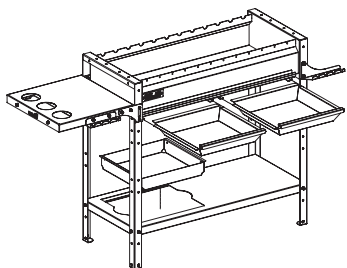

Рис. 26.
- Установить и задвинуть зольники (поз. 3) и установить лоток (поз. 10) как показано на рис. 26.